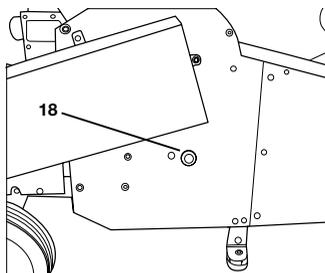

Figura 13
Afloje la tuerca hexagonal (18) (SW 13) situada en el lado opuesto de la astilladora y retire la camisa de guía (véase la Figura 13).
Coloque la camisa de guía del lado opuesto sobre la palanca de ajuste (19) y apriete la tuerca hexagonal (18) (SW 13) (véase Figura 13).